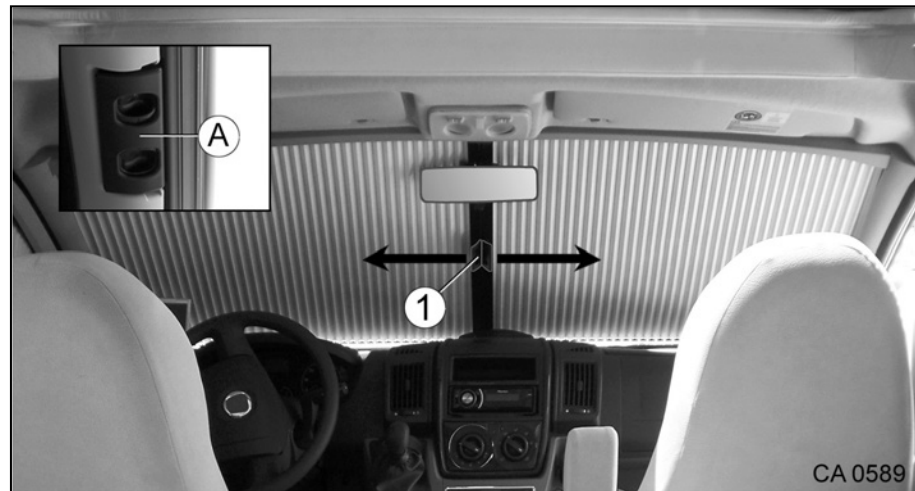

Fig. 84 Store occultant plissé de pare-brise
1. Guider le store occultant avec la poignée (Fig. 84/1) en direction de la flèche (←/→) jusqu'à ce que la poignée encliquette.
1. Avec les deux doigts, saisir dans les creux de la poignée (Fig. 84/A) et appuyer sur les verrouillages.
2. Guider le store occultant avec la poignée (Fig. 84/1) en direction de la flèche (←/→) et le fermer.